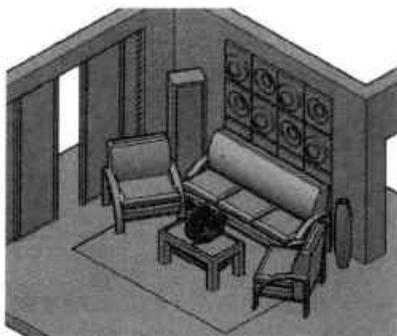

图11-17 客厅东北视图
- 东北等轴测 \nearrow ：该视点是从东北方向以等轴测方式查看模型，如图11-17所示。